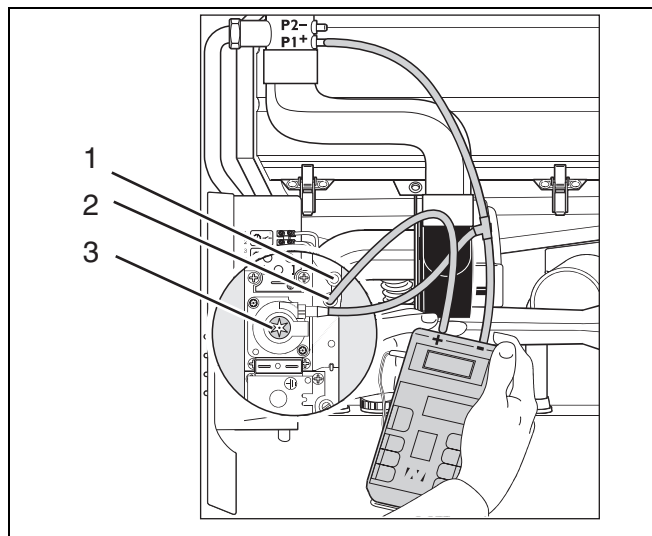
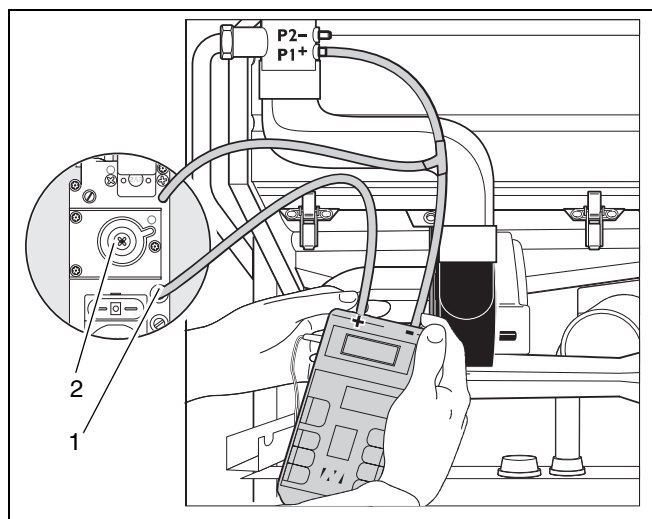

Fig. 29 Controllare e regolare il rapporto gas - aria (apparecchiatura Honeywell)
Fig. 30 Controllare e regolare il rapporto gas - aria (apparecchiatura SIT)
- Staccare il tubo flessibile inferiore collegato all'ugello del gas/dell'aria e inserire in mezzo il tubo con raccordo a T (fig. 29 o fig. 30).
- Svitare la vite del nippel per la misurazione della pressione del bruciatore di due giri nell'apparecchiatura Honeywell (fig. 29, pos. 2), ed estrarla completamente nell'apparecchiatura SIT (fig. 30, pos. 1).
- Svitare la vite del nippel per la misurazione della pressione del bruciatore di due giri (fig. 29, pos. 1), ed estrarla completamente nell'apparecchiatura SIT (fig. 30, pos. 1).
- Allacciare tramite un flessibile il collegamento positivo dell'apparecchio per la misurazione della pressione con il nippel di prova per la misurazione della pressione del bruciatore (fig. 29, pos. 2 o fig. 30, pos. 1).
- In caso di differenze, regolare ulteriormente il rapporto gas - aria tramite l'apposita vite (fig. 29, pos. 3 o fig. 30, pos. 2).
- Misurare, nel punto di misurazione dei gas combusti (fig. 29), la percentuale di CO₂ ed annotare il valore.
- Misurare la percentuale di CO₂ e annotare il valore. Nel carico parziale, la percentuale di CO₂ deve essere inferiore dello 0,7% rispetto a quella per pieno carico. Qualora il valore rilevato risulti essere troppo alto o troppo basso, tarare il rapporto gas-aria a carico parziale per mezzo della vite di regolazione posta sulla valvola del gas (fig. 29, pos. 3 oppure fig. 30, pos. 2).